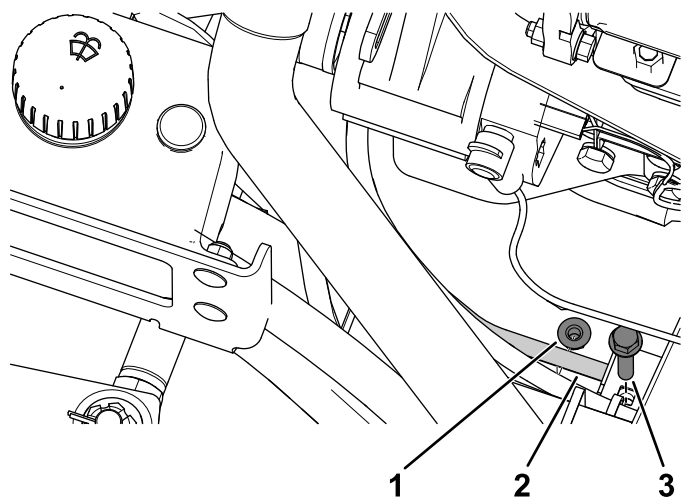

Bild 32
12. Entfernen Sie die Schraube und die Mutter von der Halterung der Hydraulikleitung (Bild 32).